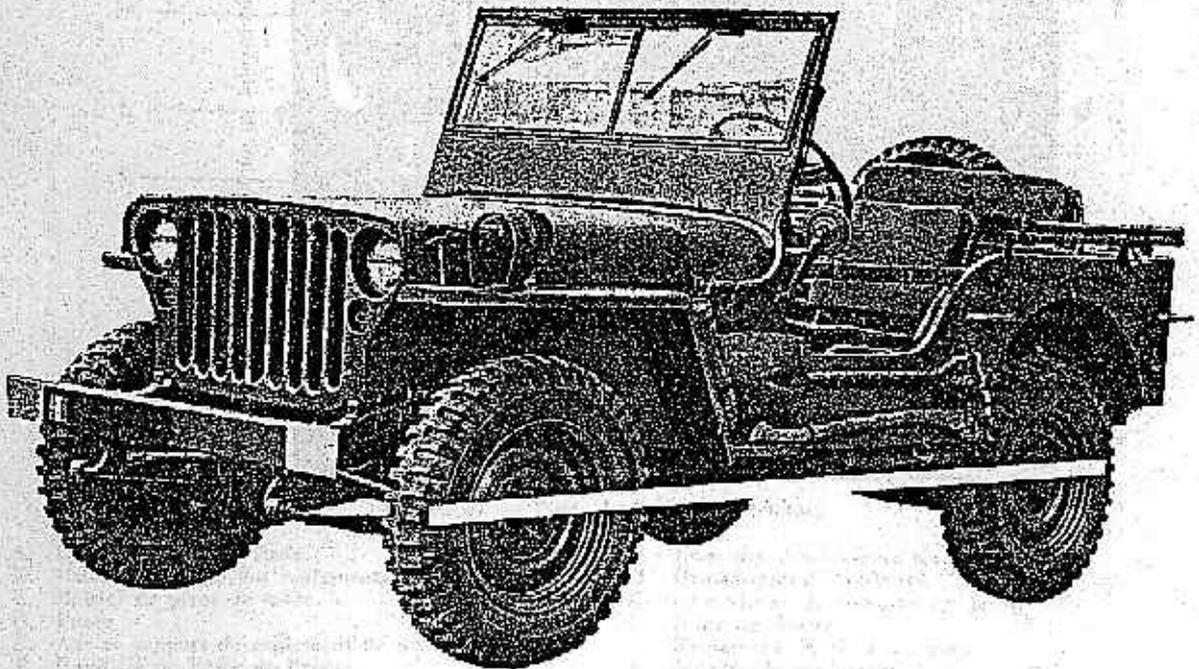

FIGURE 67. -- Vérification des roues avec une règle plate
1) *Réglage des barres d'accouplement (fig. 67).*